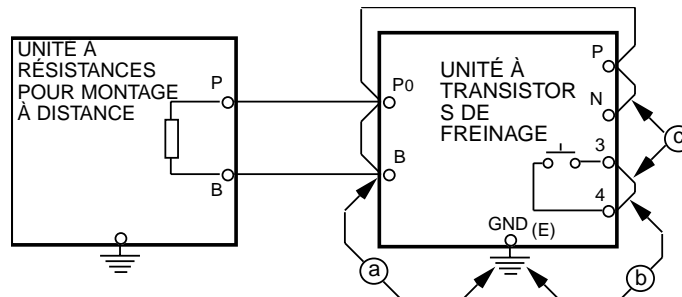

Figure A6-6. Configuration d'essai avec l'appareil Megger
(1) Le fusible est nécessaire seulement si l'homologation UL/CUL est requise. Voir la feuille de directives 02Y00025-0393 pour plus de renseignements.
- Connectez les fils communs (cavaliers) sur les bornes N, P, Po et B de l'unité à transistors de freinage, et sur les bornes 3 et 4, tel qu'indiqué sur la figure A6-6.
- Mesurez la résistance d'isolement aux points a, b et c de la figure A6-6 à l'aide d'un appareil Megger.